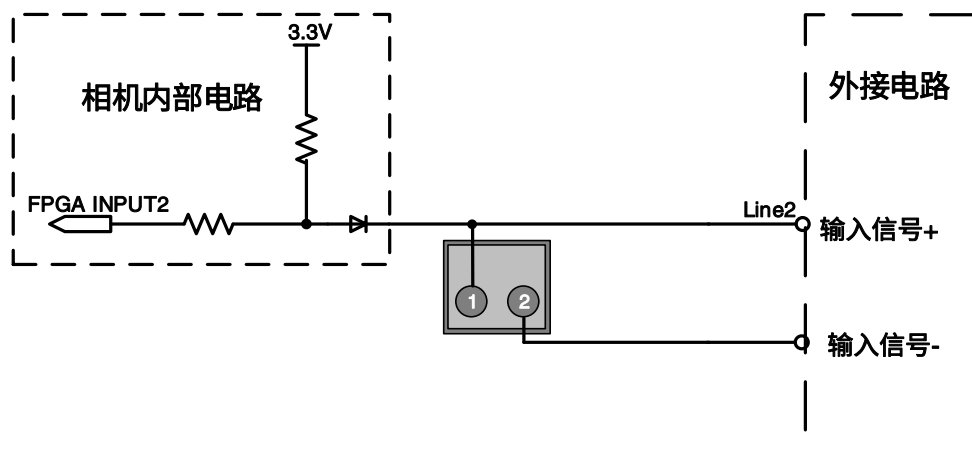

图 7-22 Line2 配置为输入引脚时相机内部等效电路
- Line2 配置为输入引脚时，相机内部等效电路如图 7-22 所示